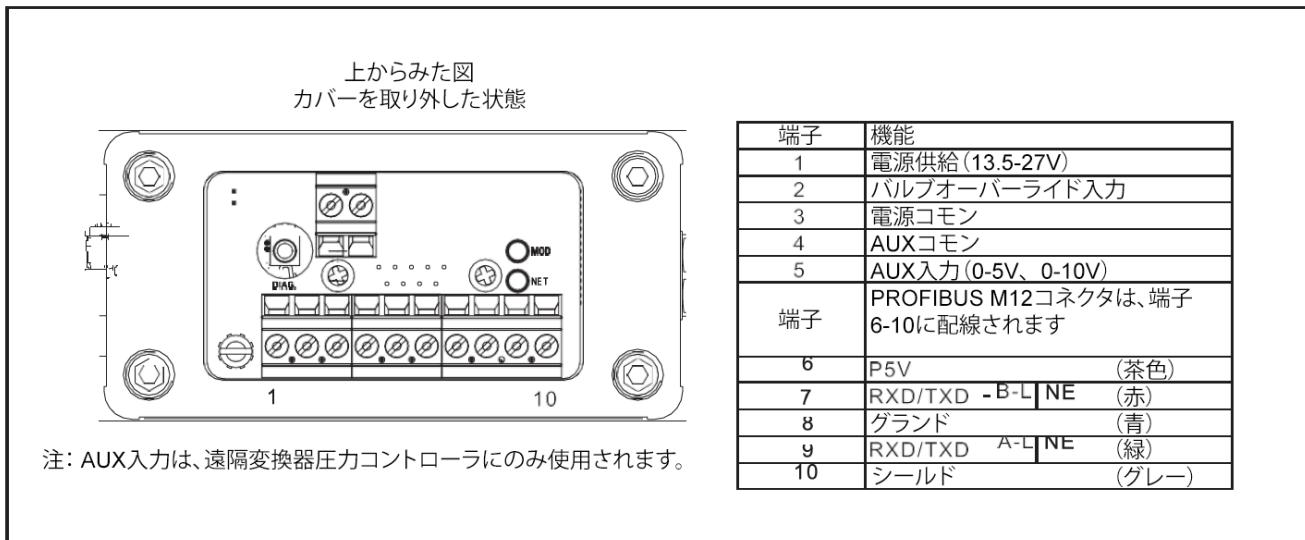

図1-5 SLAMfシリーズのProfibus端子接続
Brooks SLAMfは、Profibusコミュニケーションプロトコルをサポートするようになりました。Profibusは、ProfibusおよびProfinet International (PI) のフィールドバスベースの自動化標準です。Profibusは、1本のバスケーブルを介して、コントローラまたは制御システムをフィールドレベルの分散型フィールドデバイス(センサーおよびアクチュエータ)とリンクし、上位通信システムとの一貫したデータ交換も可能にします。Profibusデジタル信号は、M12コネクタ(図1-5)を介して外部に接続し、PG11／コンジット(VORアナログ信号も同様に)を介して電力を供給します。
外部接続については、図1-5のProfibus接続をご参照ください。